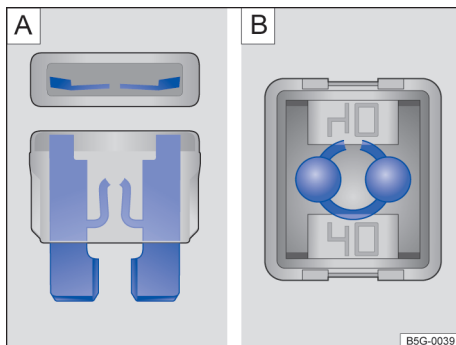

Fig. 142 Fusível queimado: A) fusível plano, B) fusível de bloqueio.
- Um *fusível plano* (ATO®, MINI®) queimado é reconhecido de cima ou de lado pela carcaça transparente nas faixas metálicas derretidas → Fig. 142 **A**.
- Um *fusível de bloqueio* (JCASE®) queimado é reconhecido pelas faixas metálicas derretidas por cima da carcaça transparente → Fig. 142 **B**.